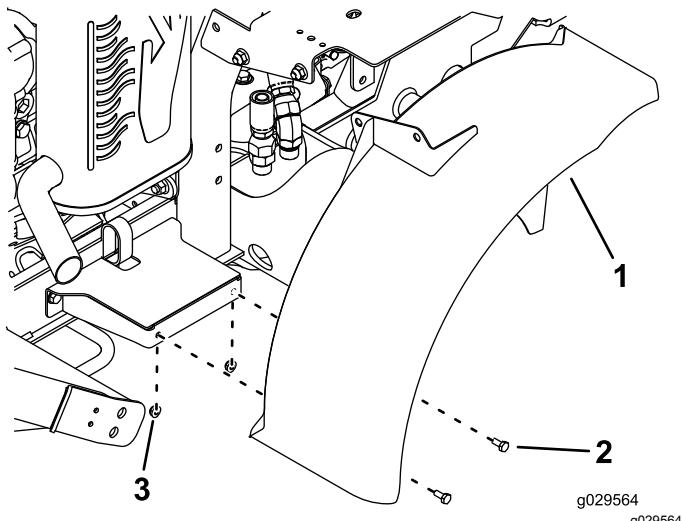

図 37
14. 右フェンダの側部をフェンダのマウントに仮止めするボルト 1/4 x 5/8" 2本とナット 1/4" 2個を使用する図 37。
15. フェンダ上部にブラケットを仮止めするボルト $\frac{3}{8} \times \frac{3}{4}"$  2本とナット $\frac{3}{8}"$  2個を使用する図 37。